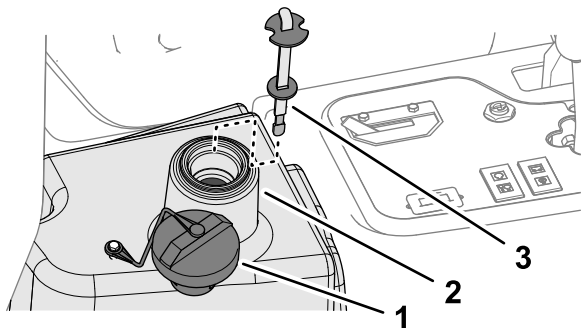

Рисунок 93
2. Очистите зону вокруг заливной горловины и крышки гидравлического бака (Рисунок 93) и снимите крышку.